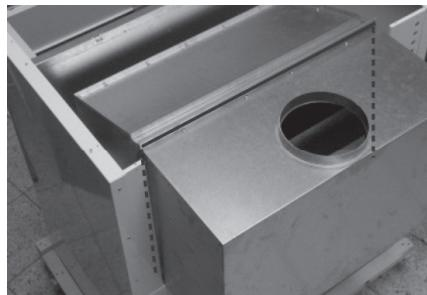

Рис.7
3. Вытянуть часть прерывателя тяги и повернуть его так, что горловина дымохода было в направлении вертикально вверх. Установите часть прерывателя тяги в переходник и закрепите с помощью 10 саморезущих винтов. Линия на рис.7 изображает соединение двух частей прерывателя тяги.